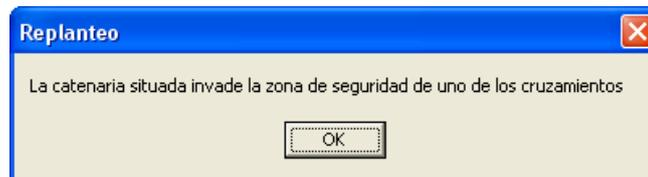

Figura 11.37.
- Figura 11.37: No necesita comentario.